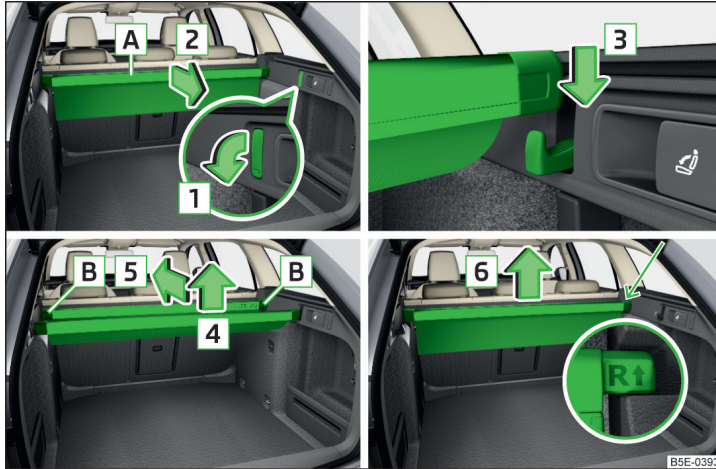

Abb. 142 Multifunktions tasche: herausziehen / einsetzen / einschieben / herausnehmen
- › Die vorderen Haken an beiden Gepäckraumseiten in Pfeilrichtung **1** nach unten klappen » Abb. 142.
- › Die hintere Leiste von den Haken in Pfeilrichtung **4** abnehmen und die Tasche in Pfeilrichtung **5** einschieben » Abb. 142.
- › Die Tasche aus den Aufnahmen in Pfeilrichtung **6** herausnehmen » Abb. 142.